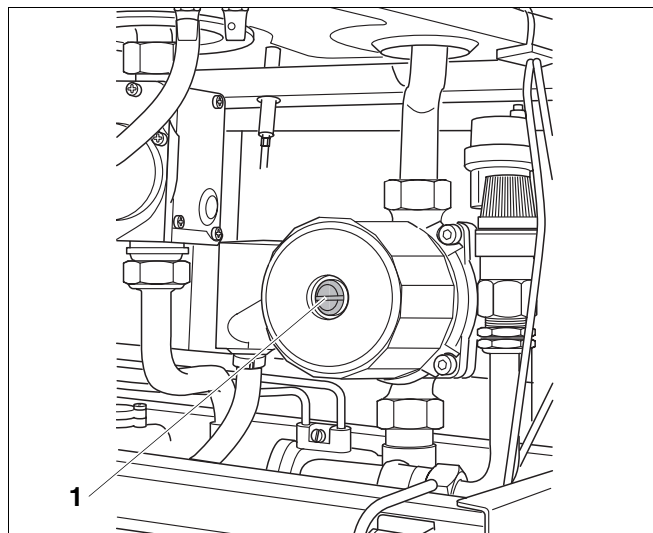

Рис. 18 Проверка циркуляционного насоса
- Вывернуть резьбовую пробку (рис. 18, поз. 1) циркуляционного насоса.